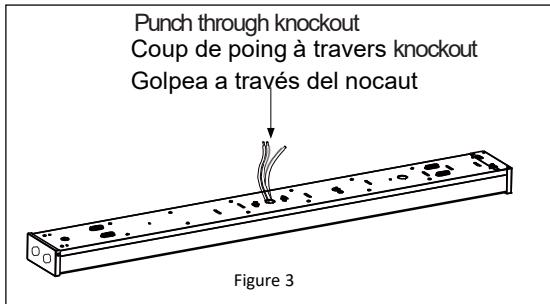

Figure 3
2. Punch through the center knockout and pull the black white and green wires through. **See Figure 3.**
2. *Enfoncez la débouchure centrale et tirez sur les fils noir, blanc et vert pour les faire passer à travers l'orifice. Reportez-vous à la Figure 3.*